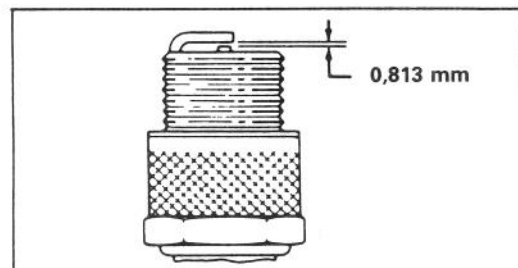

Fig. 17
3. INSTALLATE LA CANDELA — Fissate la distanza fra gli elettrodi (Fig. 17) a 0,81 mm. Montate la candela e serratela a 20,4 N.m. Se non usate una chiave torsiometrica; stringetela forte. Spingete il filo sulla candela e riinstallate il quadro dei comandi con (3) viti mordenti.